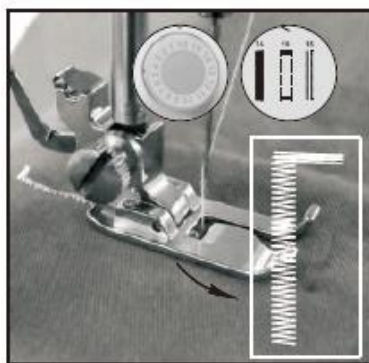

Рисунок 16
- 3) Выберите 16-ю строчку, включите переключатель и пришейте ткань подходящей длины, затем выключите переключатель. Обратите внимание, необходимо держать стежки по прямой линии (Рисунок 16).